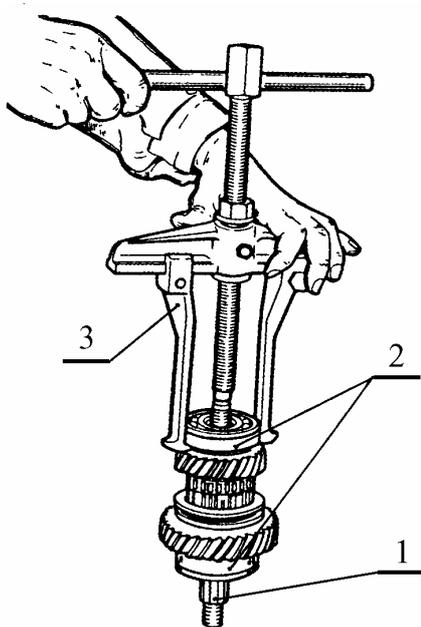

Рис.14. Спрессовка подшипников ведущего вала:
3.14.1 Спрессовать с ведущего вала 1, рис.14, подшипники 2 (съёмник А.40005/1/6).